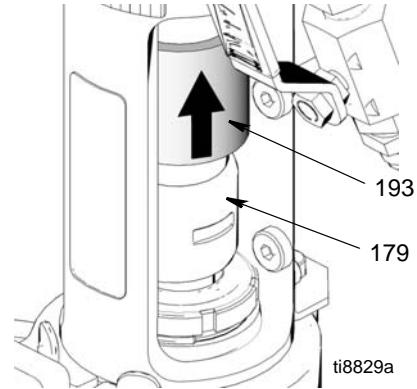

图 15
5. (图 15)将耦合器盖 (193) 向上推直到连杆耦合器 (179) 完全露出来。